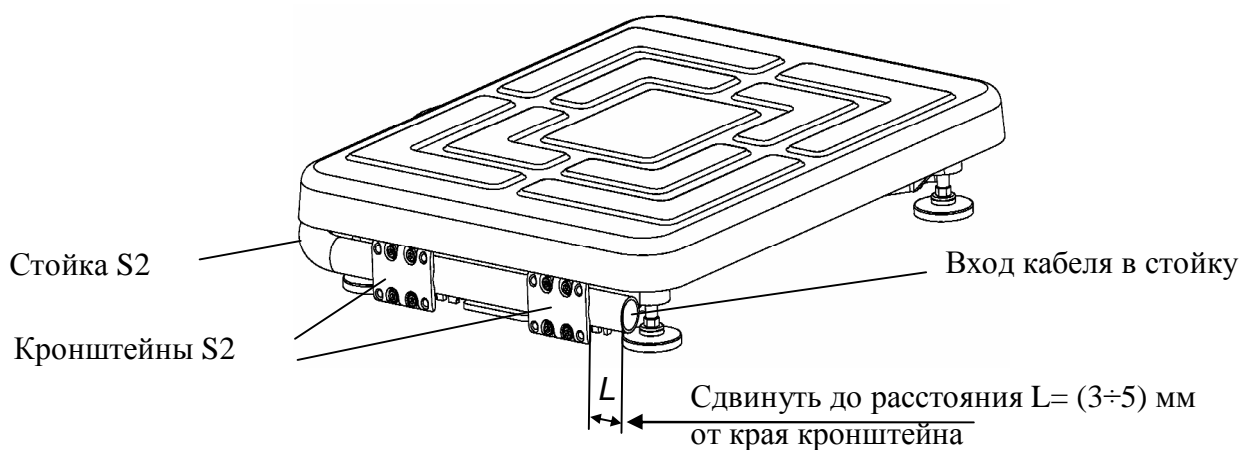

Рис. 6.2 - Крепление круглой вращающейся стойки
- в основании весов сдвинуть стойку в направлении указанном стрелкой (Рис. 6.2), обеспечив расстояние $L = (3 \div 5)$ мм от ее края до края кронштейна;
- излишек кабеля на входе в стойку (Рис. 6.2) заправить внутрь стойки.